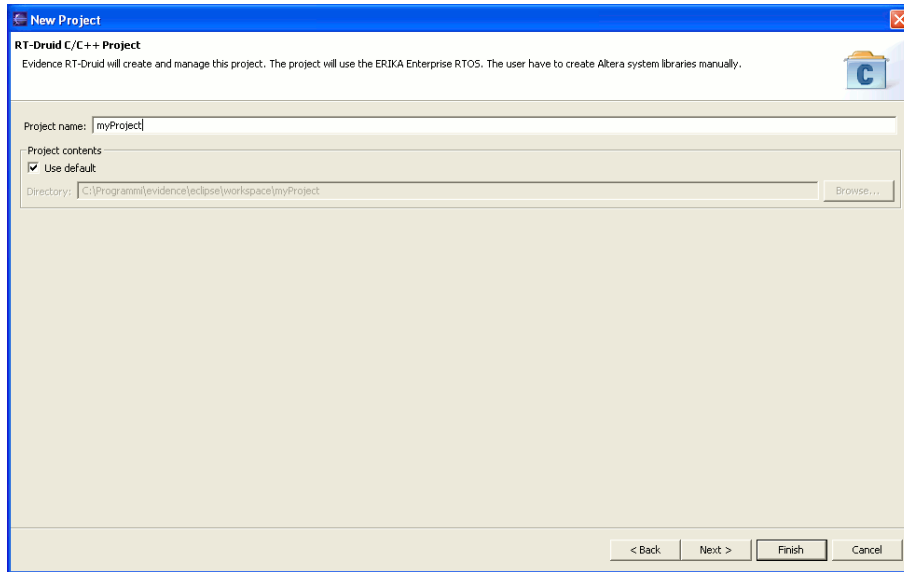

Figura 4.3: Specificate un nome per il nuovo progetto.
4. Inserite il nome del nuovo progetto, ad esempio `myProject` (ovviamente potete utilizzare nomi diversi), come specificato in Figura 4.3. Premete il bottone “Finish”.